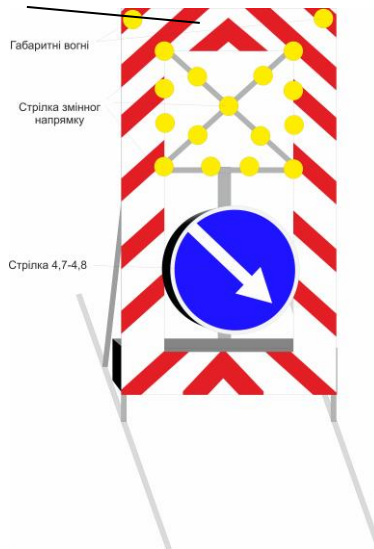

Рис.2
5.1. Мобільна попереджувальна таблиця складається з таких основних вузлів (рис.2 і 3):
5.2. Світловідбивного щит (Рис. 2) - оцтнкована поверхня, виготовлена з подвійним загином, що забезпечує жорсткість конструкції.
6.3. Розташувати знак 4.7-4.8 в сторону об'їзду перешкоди (Рис.2).
6.5. Встановити перемикач Стрілки на панелі управління в сторону об'їзду перешкоди (Рис.2)...